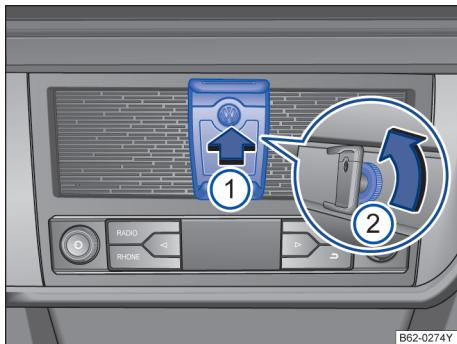

图 117 拆卸和安装手机支架
拆卸手机支架：握紧手机支架后的圆盘状旋钮，逆时针旋转→图 117②。
安装手机支架：将手机支架后部的固定销插入中控台上的 VW 圆形底座内，直至听到锁止声→图 117①。